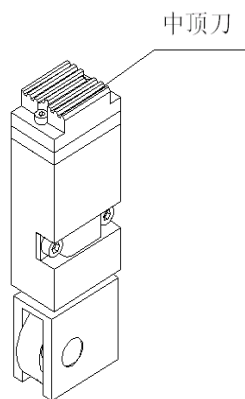

图 5-2
f. 中顶刀固定不牢固：中顶体上中顶刀固定不牢固产生位移，而与另一刀板紧紧靠在一起，复位不能到位，引起“T”导板不能复位，带头无导板导向而乱窜而导致送带不到位。所以中顶刀经调整或拆装后应固定牢固（见图 5-2）。